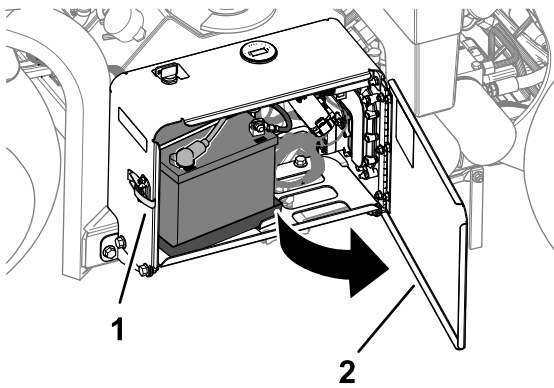

Bild 171
1. Entriegeln und öffnen Sie die Klappe des Batteriefachs (Bild 171).